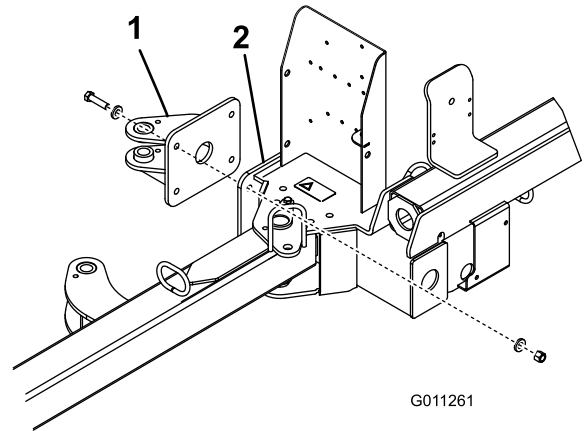

Figure 5
- 8 rondelles plates (0,531 x 0,063") et 4 contre-écrous (1/2"). Positionnez les composants comme montré à la Figure 5.